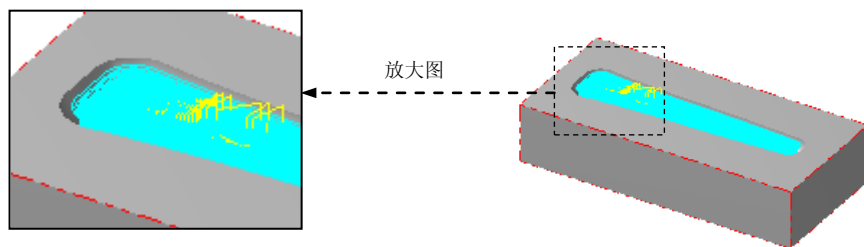

图 3.6.4 刀具路径
Step3. 在“曲面粗车-挖槽”对话框中单击  按钮，完成加工参数的设置。此时，系统将自动生成图 3.6.4 所示的刀具路径。